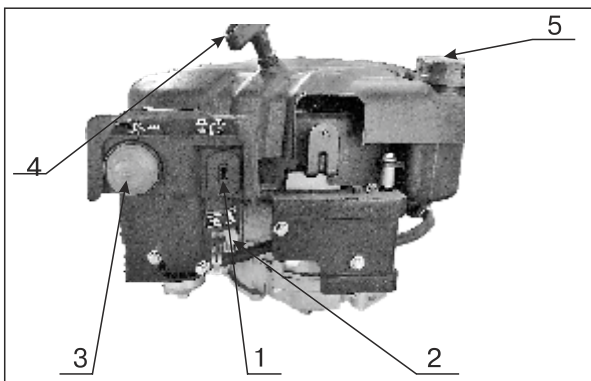

Рис. 6
**Праймер** (рис. 6 поз. 3) – служит для впрыска топлива непосредственно в карбюратор для пуска двигателя в холодную погоду.
**Пусковая рукоятка стартера** (рис. 1 поз. 4, рис. 6 поз. 4) – используется для пуска двигателя вручную.
**Воздушная заслонка** (рис. 6 поз. 2) – используется для пуска двигателя из холодного состояния.
**Крышка топливного бака** (рис. 6 поз. 5) – снимается для дозаправки топливом.
### Запуск двигателя (Рис. 6)
- Передвиньте воздушную заслонку (рис. 6 поз.2) в положение «CHOKE» на холодном двигателе.
раза (рис. 6 поз.3).
- Заведите двигатель, используя ручной стартер (рис. 6 поз.4). Для этого медленно потяните рукоятку ручного стартера до тех пор, пока не почувствуете повышенное сопротивление шнура.